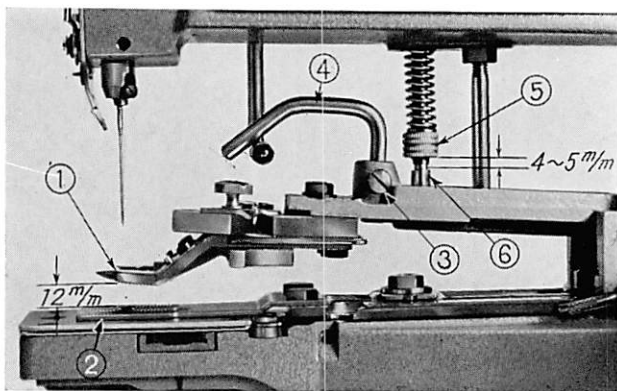

Fig. 21
19. HEIGHT OF BUTTON CLAMP (Fig. 21)
20. ADJUSTING THE BUTTON CLAMP PRESSURE (Fig. 21)